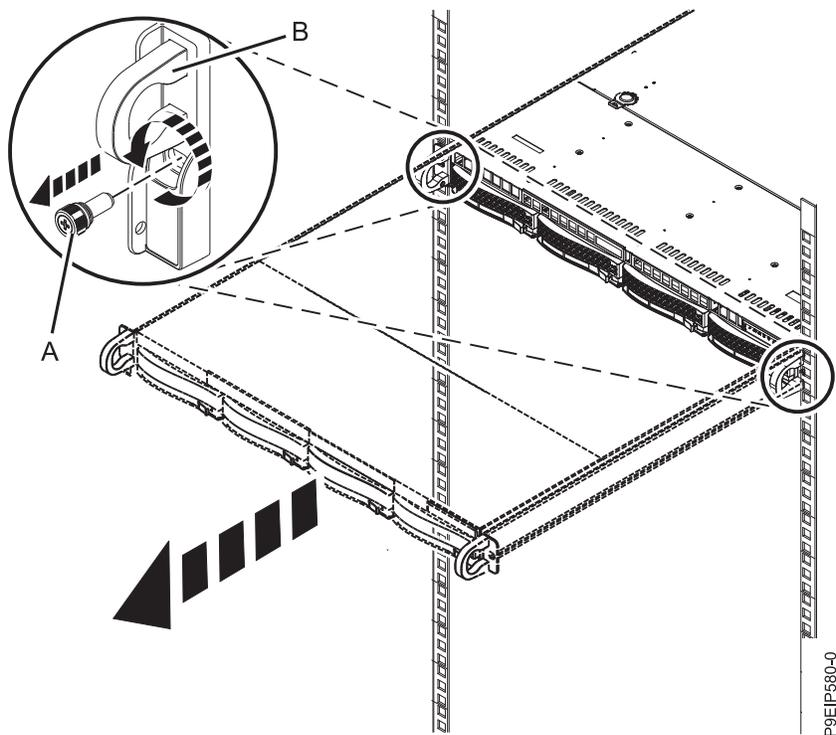

図 79. 前面のねじの取り外しとラックからのシステムの取り外し
2. システムの両側から、システムをラックに固定している前面のねじを取り外します (93 ページの図 79 を参照)。